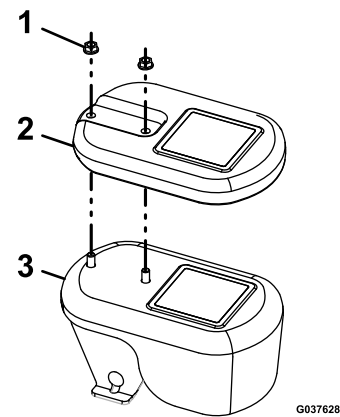

Figura 8
- Aggiungete la zavorra piatta al gruppo zavorra qualora la macchina abbia un piatto di taglio da 122 cm (Figura 8).